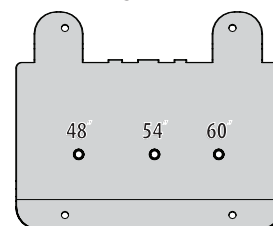

Figure 9
1. À l'aide de la Figure 9, trouvez le trou de montage de la plaque correspondant à votre appareil.